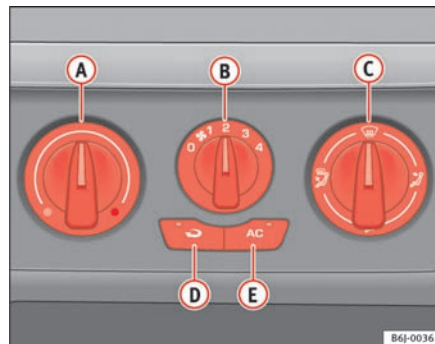

Fig. 97 I instrumentpanelet: betjeningselmen-ter til aircondition-anlæg
- Afbryd airconditionanlægget med knappen ⇒ fig. 97  (kontrollampen i knappen slukker).
Recirkulationsfunktionen $\Rightarrow$ side 124, fig. 97  (der lyser en kontrollampe i knappen) forhindrer, at der trænger ubehagelig lugt ind i kabinen udefra, fx når du kører gennem en tunnel eller holder i kø.